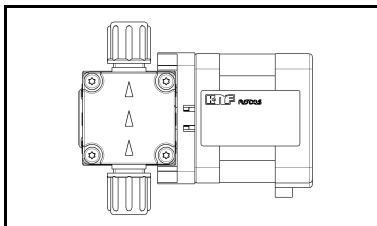

Fig. 7: optimale Einbaulage von Unten nach Oben
- ➔ Die Einbaulage der Pumpe kann prinzipiell frei gewählt werden. Für maximale Genauigkeit und schnelle Entlüftung ist der vertikale Verlauf der Förderrichtung von unten nach oben anzustreben (Fig.7).